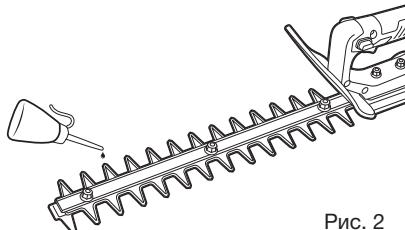

Рис. 2
- Включите кусторез и масло равномерно распределяется по всей поверхности ножей (Рис. 2).